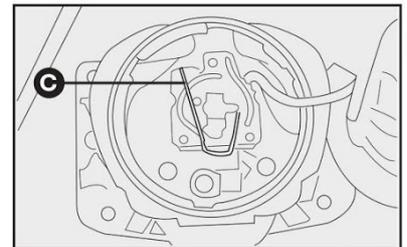

fig. 46
- 3) retirar o conector e, em seguida, o porta-lâmpada pressionando a presilha **C-fig. 46** para frente abrindo lateralmente para a direita;